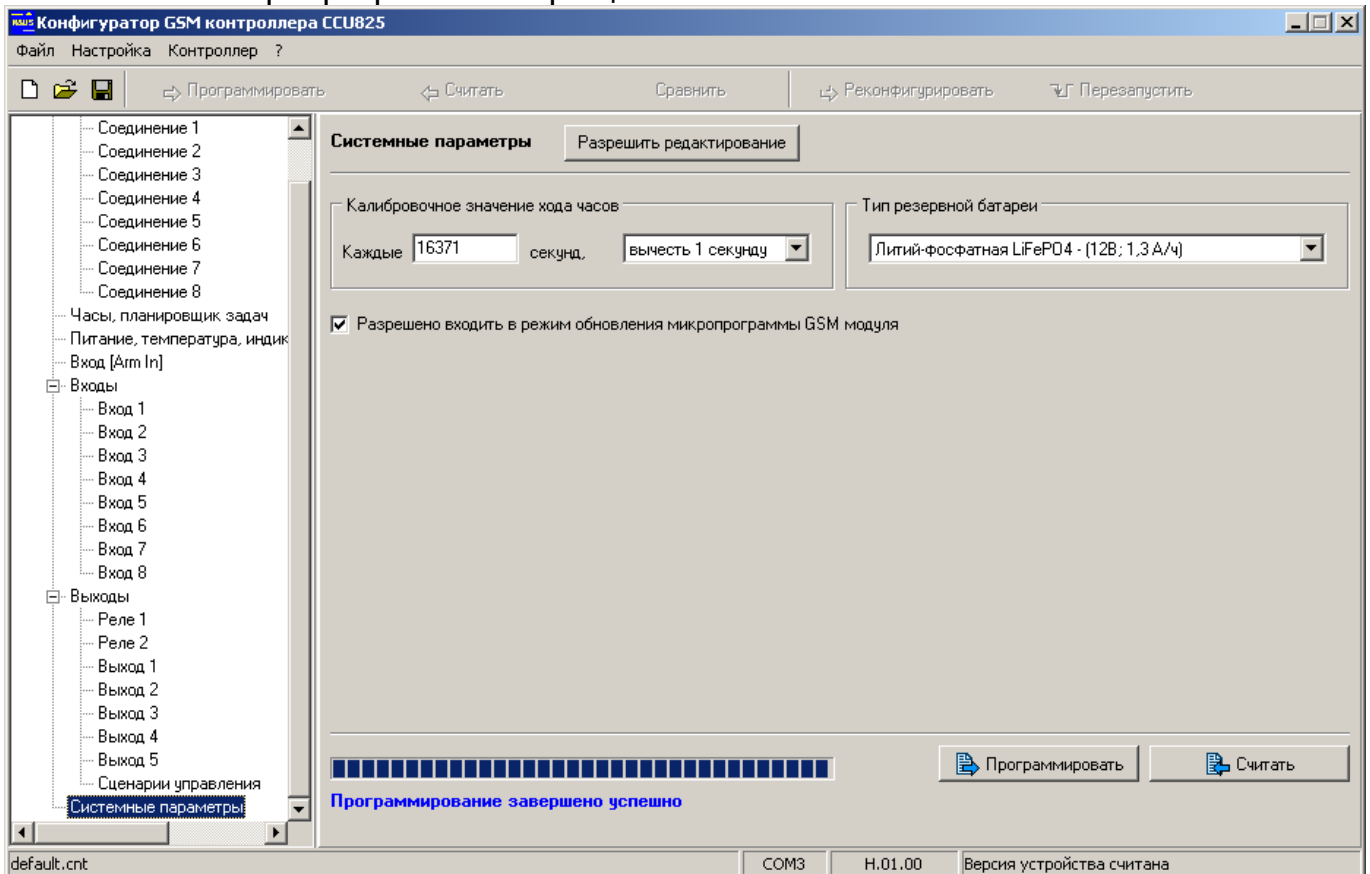

Рисунок 7. Дополнительный параметр разрешающий обновление микропрограммы GSM модема.
1. Подключите основное питание или резервную АКБ к контроллеру, крышка прибора в этот момент открыта. Если контроллер установлен и функционирует на момент обновления, необходимо помнить, что в процессе обновления устройство временно прекратит опрос входов, управление выходами, а значит нужно убедиться, что остановка функционирования прибора не приведет к аварийным ситуациям. Более того, если при конфигурировании прибора был установлен административный пароль, устройство не перейдет в режим транслятора! Если административный пароль не установлен, пропустите следующий пункт. Для приборов с микропрограммой выпущенной 9 сентября 2011 г. и позднее действует дополнительный параметр разрешающий обновление. Установите это разрешение на вкладке "Системные параметры" Рисунок 7.